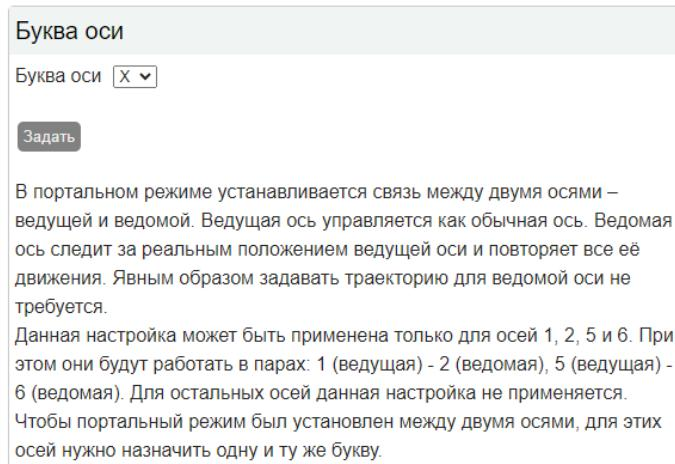

Рисунок 2.1. Назначение буквы координатной оси
- в разделе «Буква оси» внизу страницы выберите букву из списка (см. рис. 2.1);